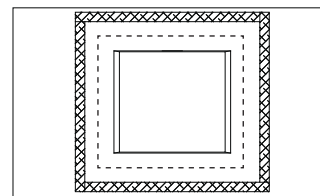

Figure 3
6. Masquer la surface d'appui autour du lavabo. (Figure 3) Cela aidera à protéger la surface/comptoir du scellant de silicone qui sera appliqué à l'étape 8.